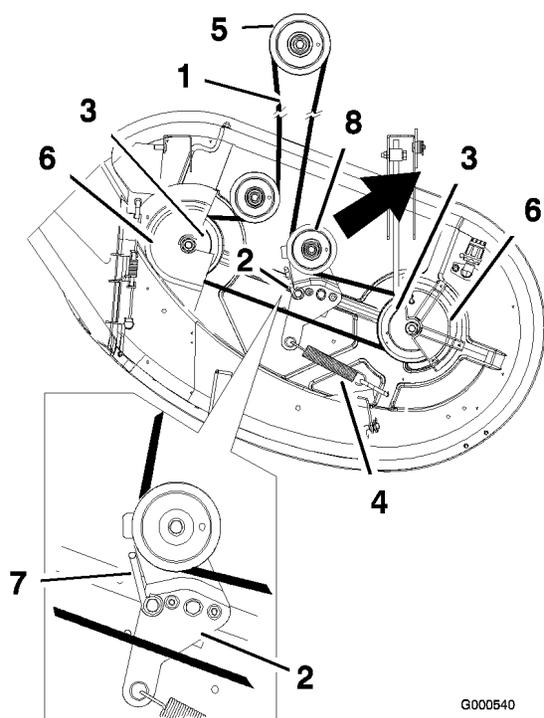

Figura 49
4. Togliete i paracinghia dai fuselli esterni ed allentate il guidacinghia (Figura 49).
5. Tirate la puleggia tendicinghia nel senso riportato nella Figura 49, e togliete la cinghia dalle pulegge.
6. Montate la nuova cinghia attorno alla puleggia del motore ed a quelle del tosaerba (Figura 49).
7. Tirate la puleggia tendicinghia nel senso riportato nella Figura 49, e montatela sulla puleggia tendicinghia (Figura 49).
8. Fare girare il guidacinghia, sul braccio di rinvio, verso la puleggia finché non si ferma (Figura 49).
9. Serrate il guidacinghia (Figura 49).